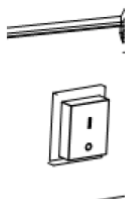

Figura.2
- a. Posizionare l'interruttore di accensione su I e controllare che la ventola si avvii correttamente. (Figura. 2)